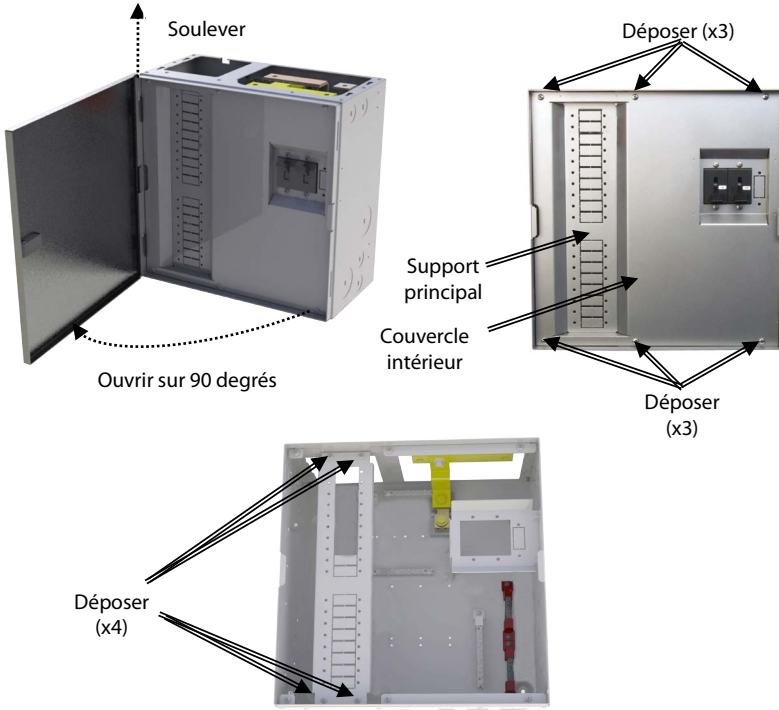

Figure 3 Dépose des capots et du support principal
1. Déposez le couvercle avant (parfois appelé porte avant) du GSLC. Ouvrez la porte sur 90 degrés et soulevez-la sur environ 1/2" pour la dégager du GSLC (voir la Figure 3).
2. Déposez le couvercle intérieur (parfois appelé obturateur) du GSLC. Déposez les six vis installées en haut et en bas du couvercle (voir la Figure 3) et déposez le couvercle intérieur.¹
3. Déposez le support principal du disjoncteur. Déposez les quatre vis installées en haut et en bas du support (voir la Figure 3) et déposez-le.¹
5. Remontez le support principal du disjoncteur à l'aide des quatre vis et des rondelles éventail préalablement déposées. Référez-vous aux illustrations de la Figure 3 à la page 4.
L'installation est désormais terminée. Le couvercle intérieur doit être remonté en utilisant les six vis et les rondelles éventail préalablement déposées. Le couvercle avant peut ensuite être remonté. Référez-vous aux illustrations de la Figure 3 à la page 4.